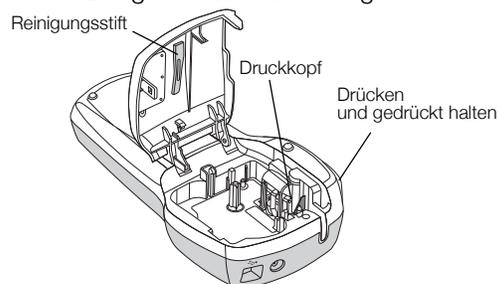

Abbildung 7
- 2 Drücken Sie die Abschneidetaste nach unten und halten Sie sie gedrückt, um das Schneidmesser freizulegen. Siehe Abbildung 7.
- 3 Säubern Sie den Druckkopf vorsichtig mit der weichen Seite des Stiftes. Siehe Abbildung 7.